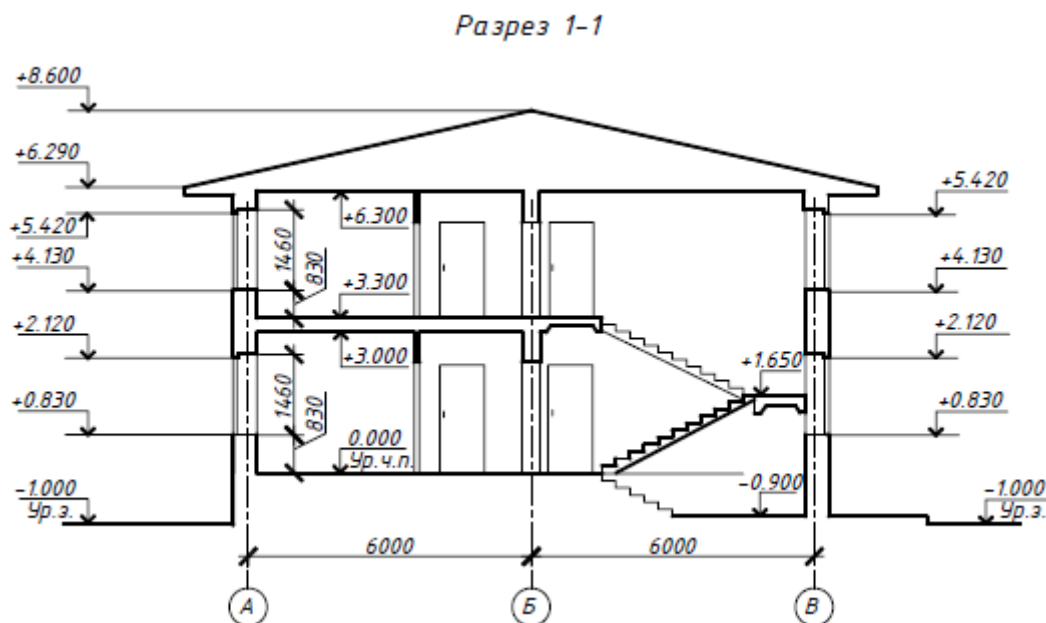

Рисунок 62 - Контурный разрез здания
Разрез здания выполняют для выявления внутреннего вида помещения и расположения архитектурных элементов интерьера. На начальной стадии проектирования составляют архитектурные (контурные) разрез здания (рис. 62).
- Разрез здания рекомендуется выполнять в следующей последовательности (рис. 62,63).